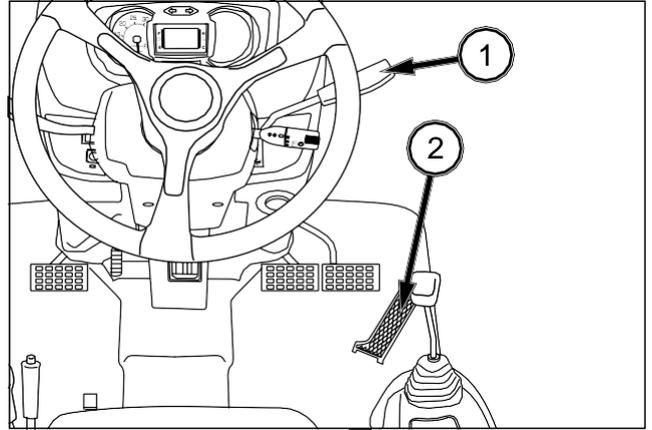

FIG. 75
FIG. 75: La palanca de aceleración manual (1) regula el régimen del motor y permanece en la posición elegida por el usuario. Si la palanca se sitúa hacia delante, el motor gira en ralentí. El régimen del motor aumenta a medida que se tira de la palanca hacia atrás.